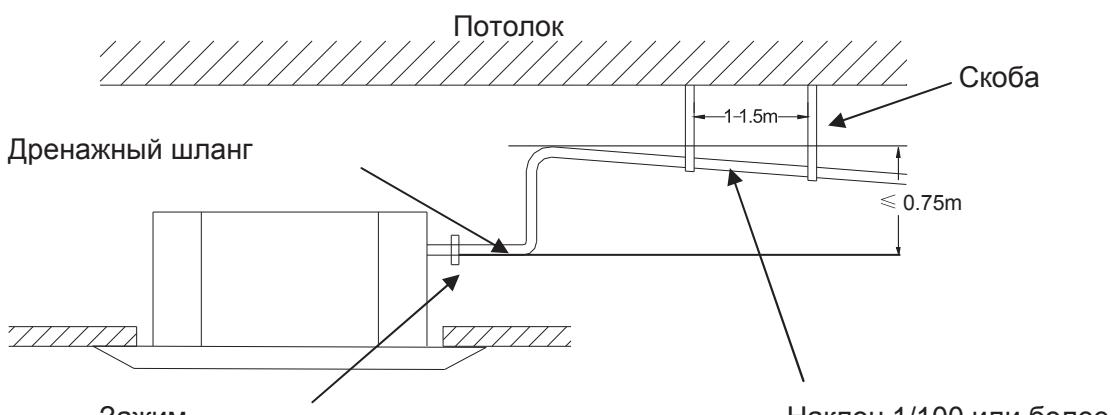

Рис. 13
1. Не поднимать дренажную трубку выше 0.75 м , поскольку это может привести к утечке воды (рис. 13).
2. Убедиться в том, что дренажная трубка установлена с уклоном вниз (не менее 1/100), а также в отсутствии мест, где может скапливаться вода (рис. 13).
Для поддержки дренажной трубы расположить крепёжные скобы на расстоянии 1 – 1,5 м. (Рис. 13)